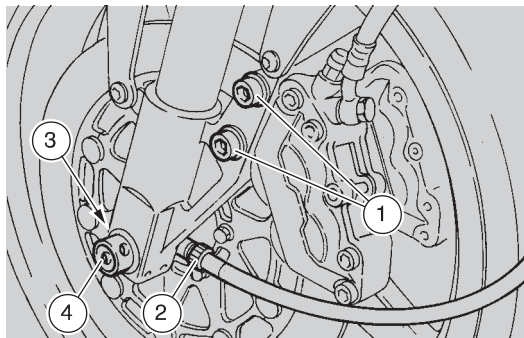
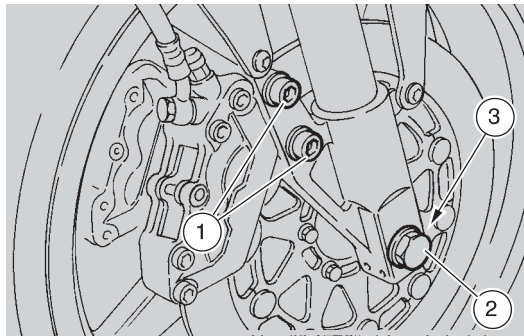

Fig. 34
Fig. 35
- enlever au moins un étrier du frein, en dévissant les deux vis de fixation (1-Fig. 34 ou 1-Fig. 35);
- débrancher le renvoi du compteur kilométrique (2-Fig. 34);
- desserrer la vis du pivot de la roue (2-Fig. 35);
- desserrer les quatre vis des crampons des fourches (3-Fig. 34 - 35);
- enlever la vis du pivot (2-Fig. 35);
- dévisser et extraire le pivot (4-Fig. 34);
- insérer le pivot (4-Fig. 34);
- insérer et visser la vis (2-Fig. 35), jusqu'à ce que le pivot s'arrange dans son siège;
- placer correctement le renvoi du compteur kilométrique (2-Fig. 34);
- serrer les quatre vis des crampons des fourches (3-Fig. 34 - 35);
- serrer la vis (2-Fig. 35).
- remonter l'étrier du frein, en serrant complètement les deux vis (1-Fig. 34 ou 1-Fig. 35).